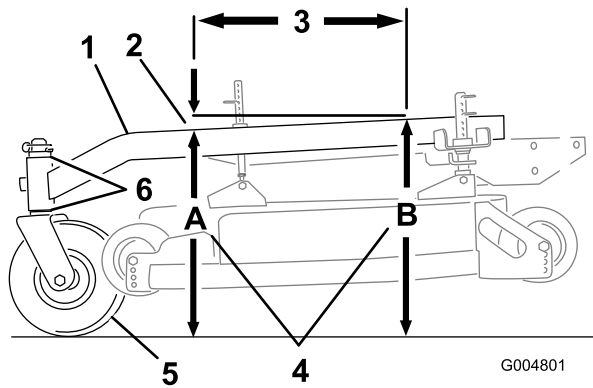

Bild 54
Der Trägerrahmen muss über die Länge von 61 cm eine Neigung von 3 mm bis 9 mm haben (Bild 54).
1. Messen Sie eine Länge von 61 cm auf dem Trägerrahmen (Bild 54).
2. Messen Sie die Höhe des Trägerrahmens an Stelle **A** (Bild 54).
3. Messen Sie die Höhe des Trägerrahmens an Stelle **B** (Bild 54).
4. Die Höhe an Stelle **A** muss 6-10 mm niedriger sein als an Stelle **B** (Bild 54).
5. Wenn der Trägerrahmen falsch eingestellt ist, bewegen Sie die Distanzstücke an den Laufrädern, bis eine Neigung von 6-10 mm besteht (Bild 54). Verlegen Sie die Distanzstücke von oben oder unten, um die korrekte Neigung herbeizuführen.